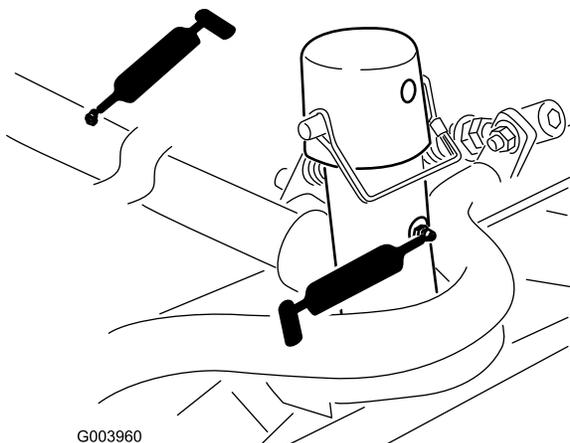

Figura 54
- Telaio portante e perno degli elementi di taglio (2 cad.) (Figura 54)